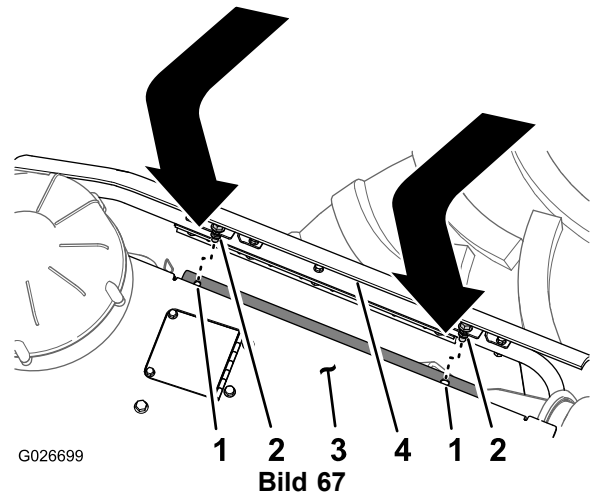

Bild 67
2. Fluchten Sie die Befestigungsschraube oben an der Seitenplatte mit dem Loch im Stützflansch der Motorhaubenplatte aus (Bild 67).